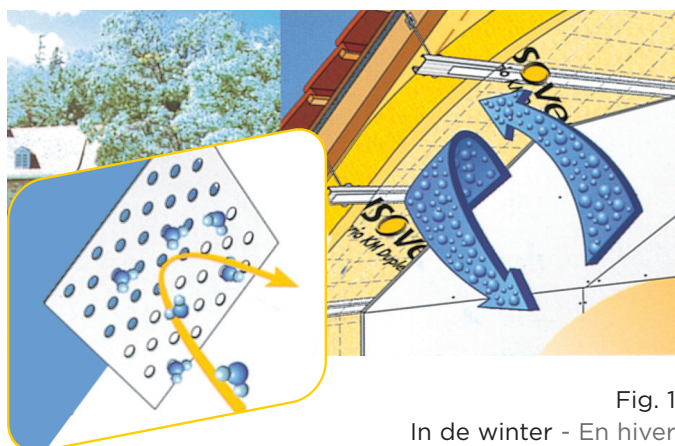

Fig. 1
**In de winter (fig. 1)**
**En hiver (fig. 1)**